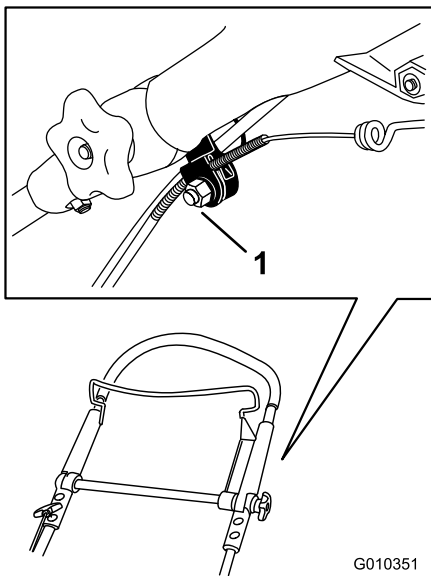

Figure 32
1. Desserrez l'écrou sur le support du câble (Figure 32).